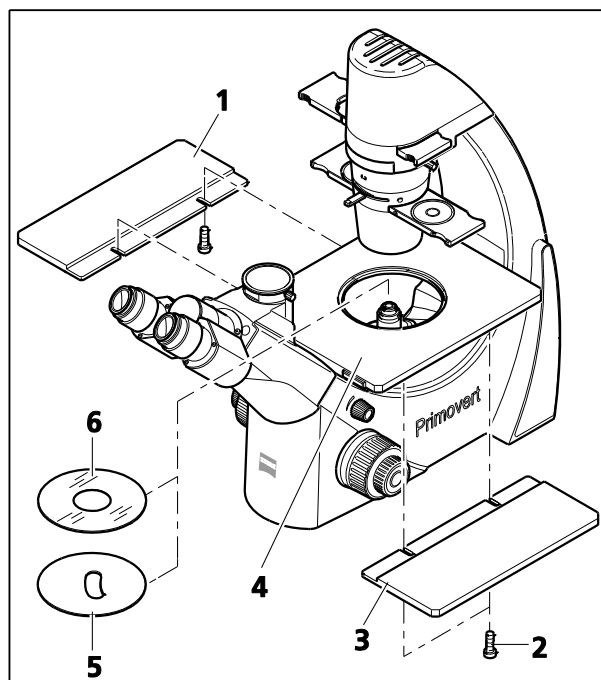

Fig. 7 Installation des inserts de platine et fixation des plaques d'agrandissement de la platine
- Insérer l'insert métallique (Fig. 7/5) ou l'insert en verre (Fig. 7/6) sur la platine porte-échantillons.
- Si la taille de la platine est d'une surface insuffisante, des plaques d'agrandissement de la platine (Fig. 7/1 et 3) peuvent être fixées sur les côtés gauche et droit. Les plaques d'agrandissement de la platine doivent y être rattachées (Fig. 7/4) par le bas et fixées à l'aide des deux vis moletées (Fig. 7/2) incluses dans la livraison.